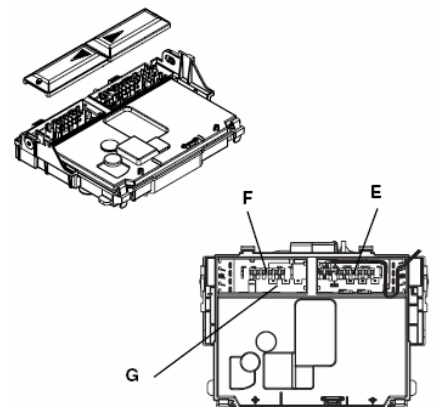

Рис. 14
- откройте крышки клеммных колодок, сдвинув их в направлении стрелок (рис. 14): E клеммы с напряжением 230В; F – клеммы с низким напряжением; G – подключение датчика бойлера-аккумулятора, только MIX R.S.I. – R.A.I.)